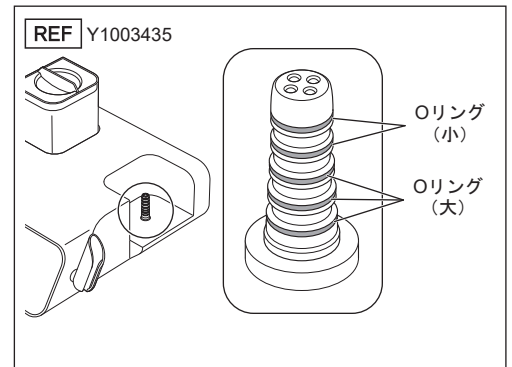

図50
- 1) チャンバー接続部にあるOリングを針などで取り外します（図50）。